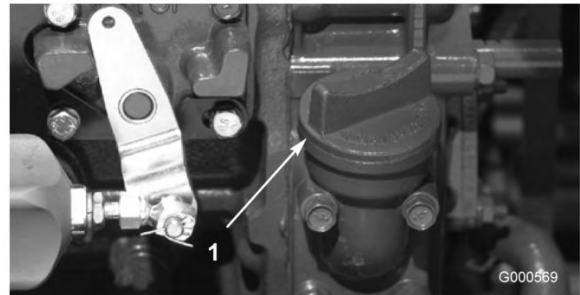

Bild 14
4. Wenn der Ölstand unter der VOLL-Marke liegt, nehmen Sie den Fülldeckel ab (Bild 14) und gießen Sie genug Öl ein, um den Ölstand bis zur VOLL-Marke anzuheben. **Füllen Sie nicht zu viel ein.**